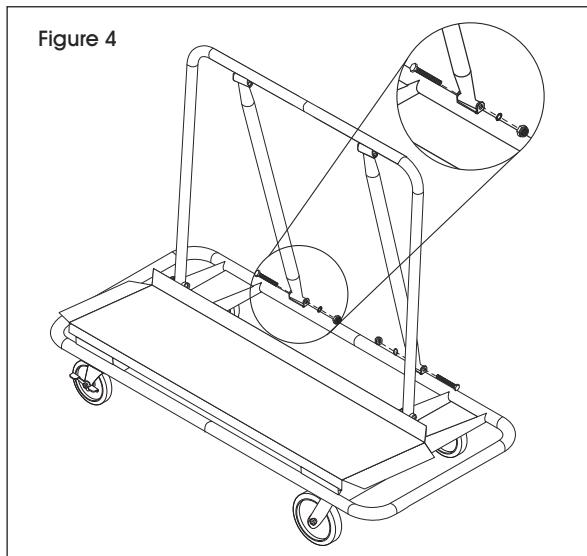

Figure 4
4. Fixez les supports à la plateforme en alignant la partie inférieure des supports à l'intérieur des ferrures des soutiens à l'aide de boulons longs, de petites rondelles et d'écrous de blocage. (Voir Figure 4)